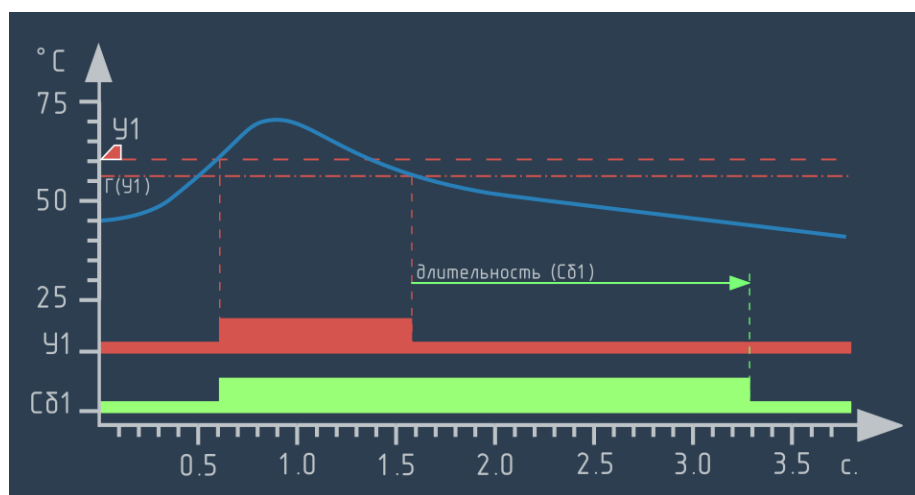

Рисунок 6.60 – График работы события для которого установлена длительность 1,7 с.
- ▶ **по времени** – длительность устанавливается в абсолютных единицах (см. рисунок 6.60);